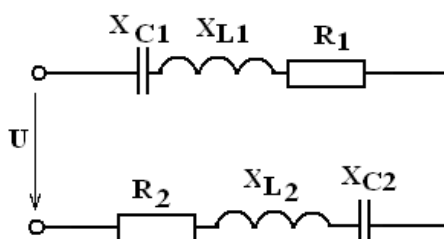

Рис.8.21
**Задача 1.** Напряжение на зажимах цепи, вариант которой соответствует последней цифре учебного шифра студента и изображенной на рис. 8.21, изменяется по закону  $u = U_m \sin \omega t$ . Амплитудное значение напряжение  $U_m$ , значения активных сопротивлений  $R_1$  и  $R_2$ , индуктивностей катушек  $L_1$  и  $L_2$ , емкостей конденсаторов  $C_1$  и  $C_2$  приведены в табл. 8.3. Частота питающего напряжения  $f = 50$  Гц.